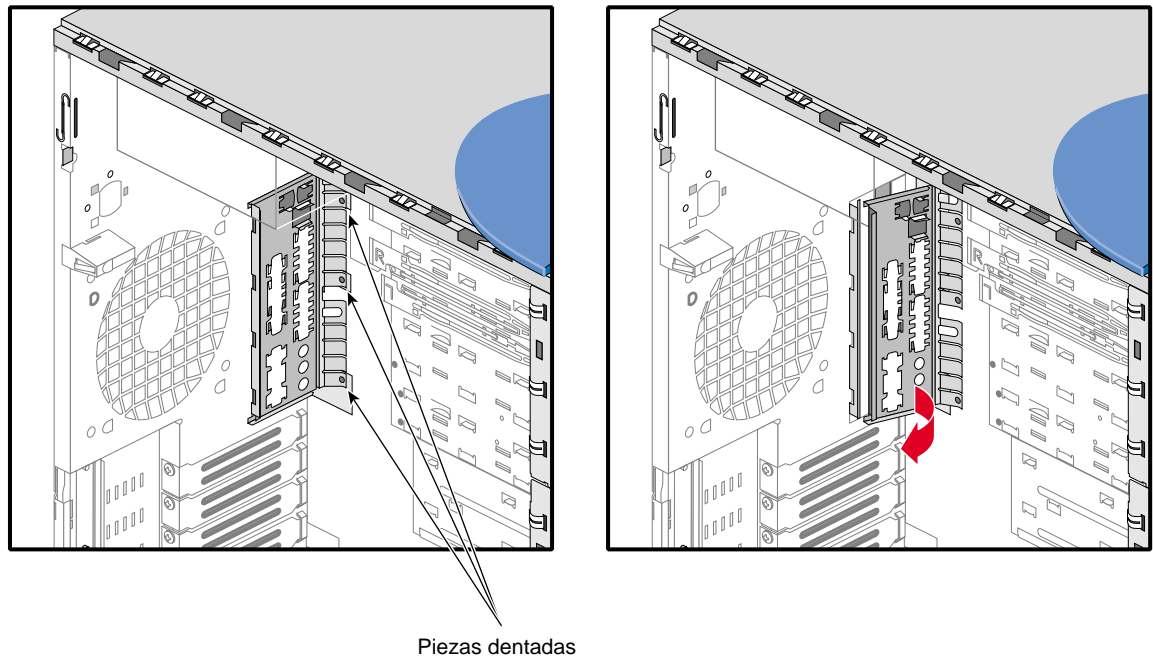

Figura 2-25 Extracción de la junta del panel de E/S
2. Localice las tres piezas dentadas en la parte inferior de la junta del panel de E/S, según se muestra en la Figura 2-25.